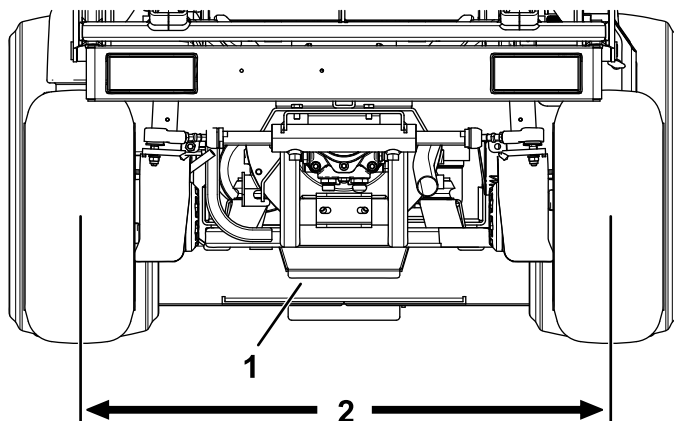

Figure 70
2. Réglez les biellettes jusqu'à ce que l'entraxe soit identique à l'avant et à l'arrière des roues arrière (Figure 70).